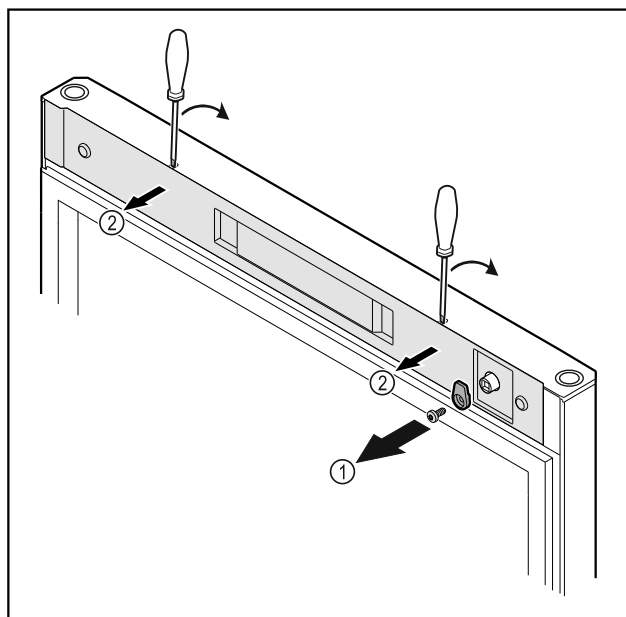

Fig. 52
- ▶ 拧下锁钩 Fig. 52 (1)。
- ▶ 使用小型螺丝刀松开并取下盖板 Fig. 52 (2)。